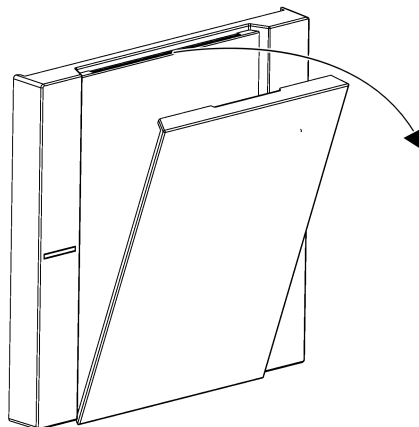

Bild 8: Dra av etikettfältsskyddet
- Dra av etikettfältsskyddet genom att dra av den vid skåran från vippkontakten (se bild 8).